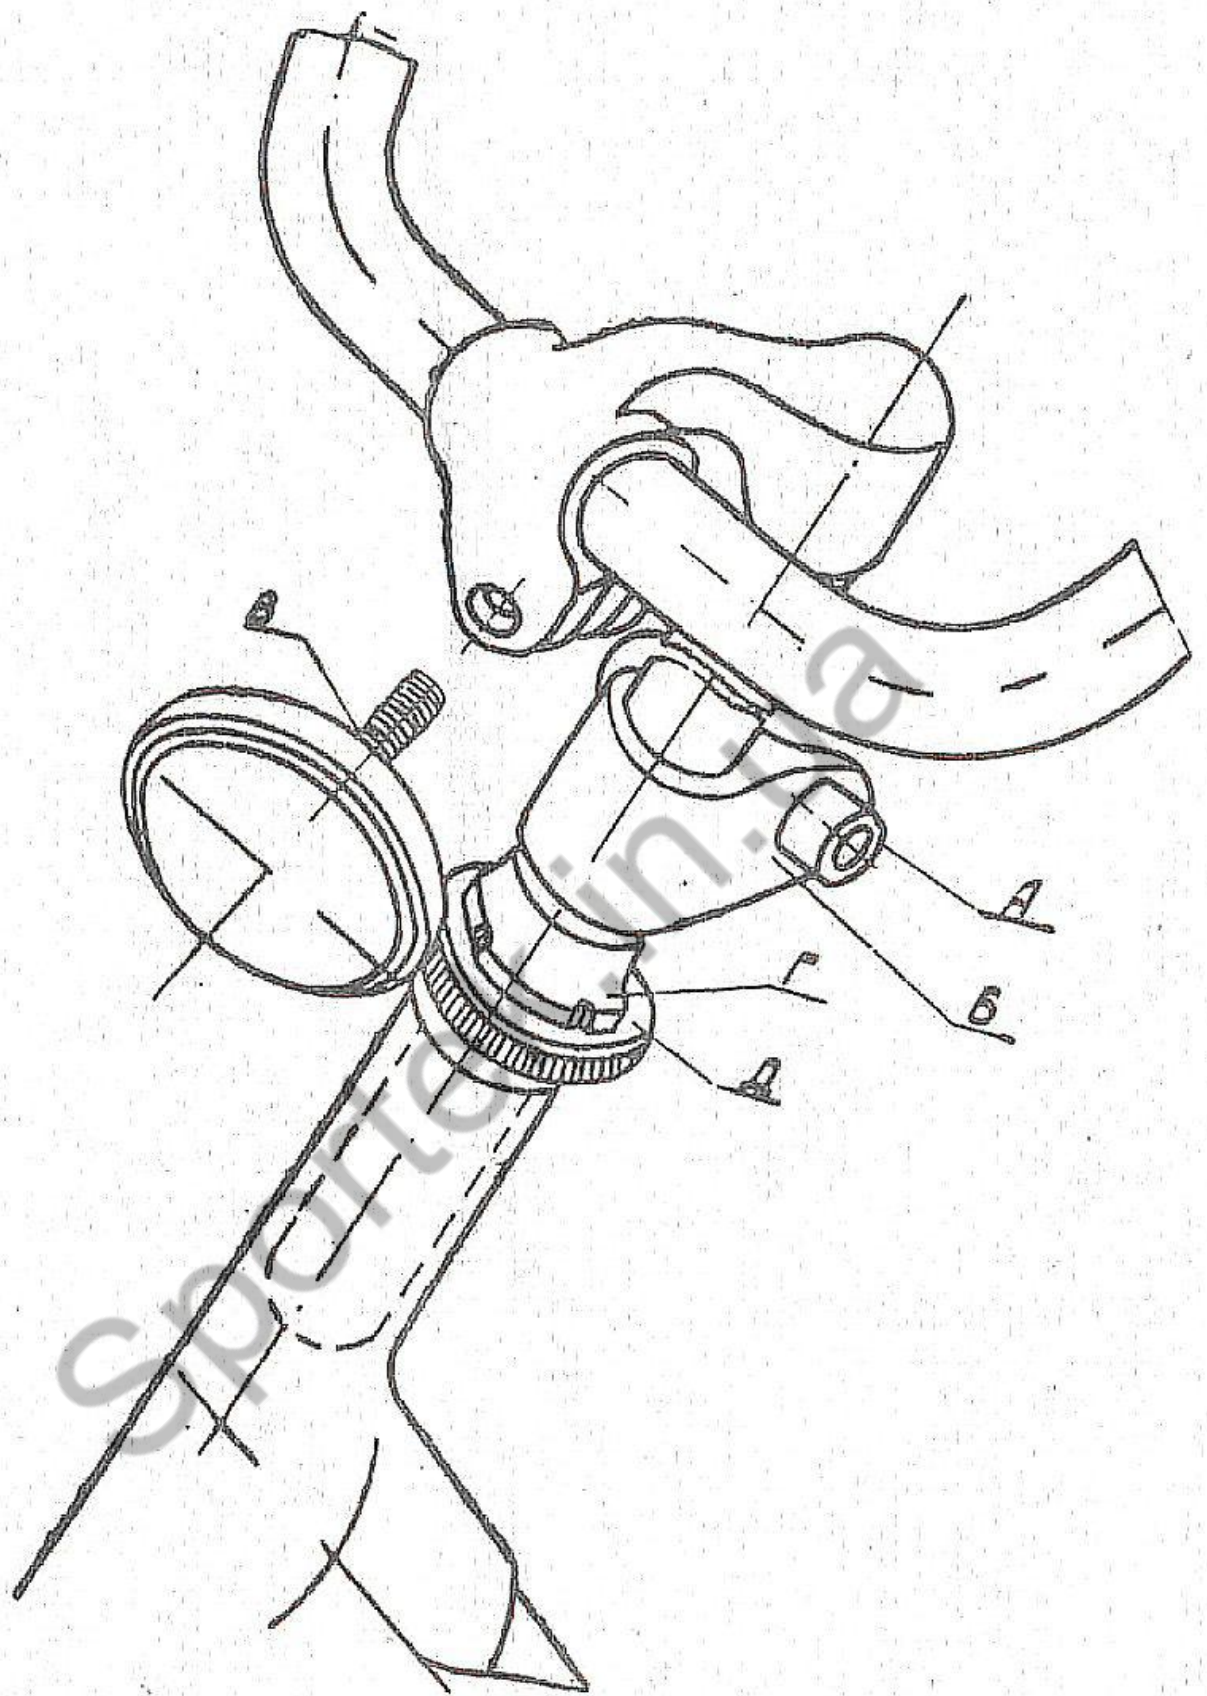

Рис. 5
4.4. Для установки руля на требуемую высоту (рис. 5) необходимо ослабить на 3÷4 оборота винт «А», ослабить хомут «Б» на стержне вилки. Установить руль на требуемую высоту, затянуть хомут «Б» и винт «А».
Для установки ручек руля в удобное положение необходимо отвернуть ключом зажим «В» (рис. 5) с вмонтированным в него передним световозвращателем, установить требуемый наклон ручек руля и закрепить зажим «В».
5.1. Рулевая колонка (рис. 5).
Световозвращатель передний устанавливается так, как это показано на рис. 5.